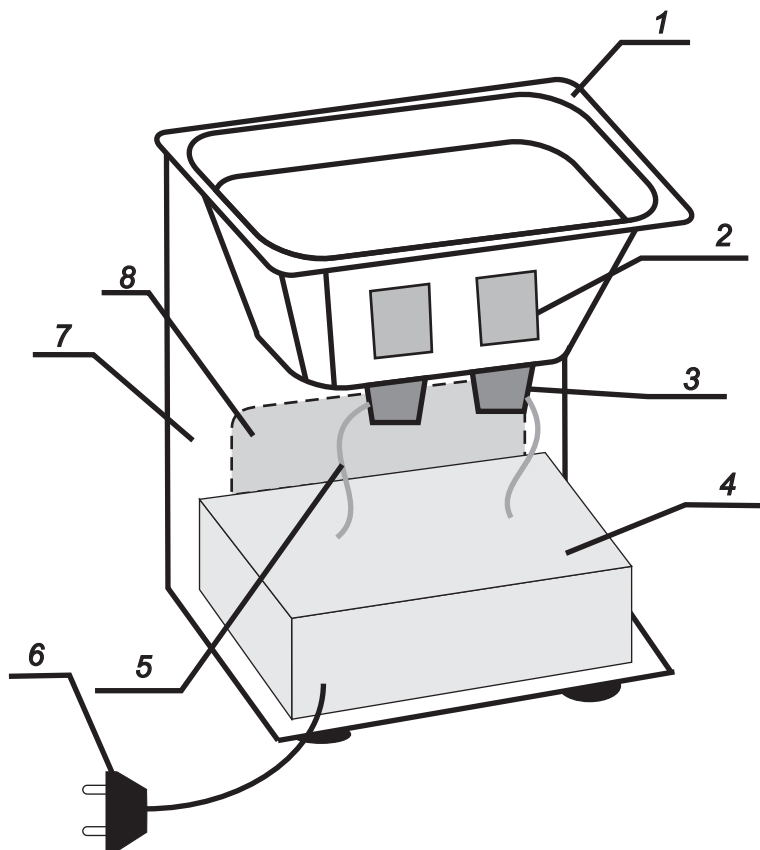

Рисунок 2.
2.1.1. Рабочим узлом ИЗДЕЛИЯ является ванна 1 (рисунок 2), выполненная из пищевой нержавеющей стали, со встроенными в её дно пьезокерамическими преобразователями 3 (рисунок 2), которые являются источником ультразвуковых колебаний.
2.1.2. На задней стенке рабочей ёмкости 1 (рисунок 2) установлены нагревательные элементы 2 (рисунок 2).
2.1.3. На передней панели корпуса расположен блок управления ИЗДЕЛИЯ 8 (рисунок 2).
2.1.4. Ванна соединена с ультразвуковым генератором 4 (рисунок 2), преобразующим напряжение электрической сети (220 В, 50 Гц) в высокочастотные электрические колебания (35 кГц), при помощи проводов 5 (рисунок 2).
3.1. Источником питания изделия служит ультразвуковой генератор, подключающийся к электрической сети 220 В, 50-60 Гц, при помощи кабеля 6 (рисунок 2). Рабочая полость ванны выполнена из нержавеющей стали.